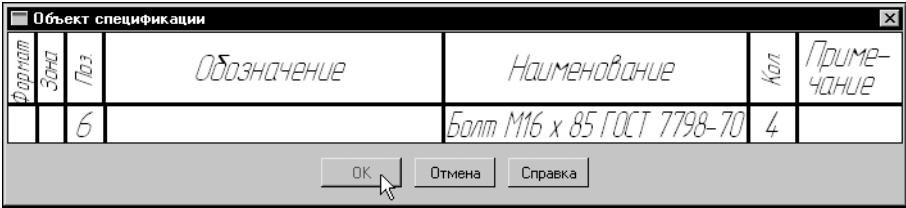

Рис. 57.23. Добавление объекта спецификации библиотечного элемента
5. Введите в колонку *Количество* значение 4 и нажмите кнопку **ОК** (рис. 57.23).